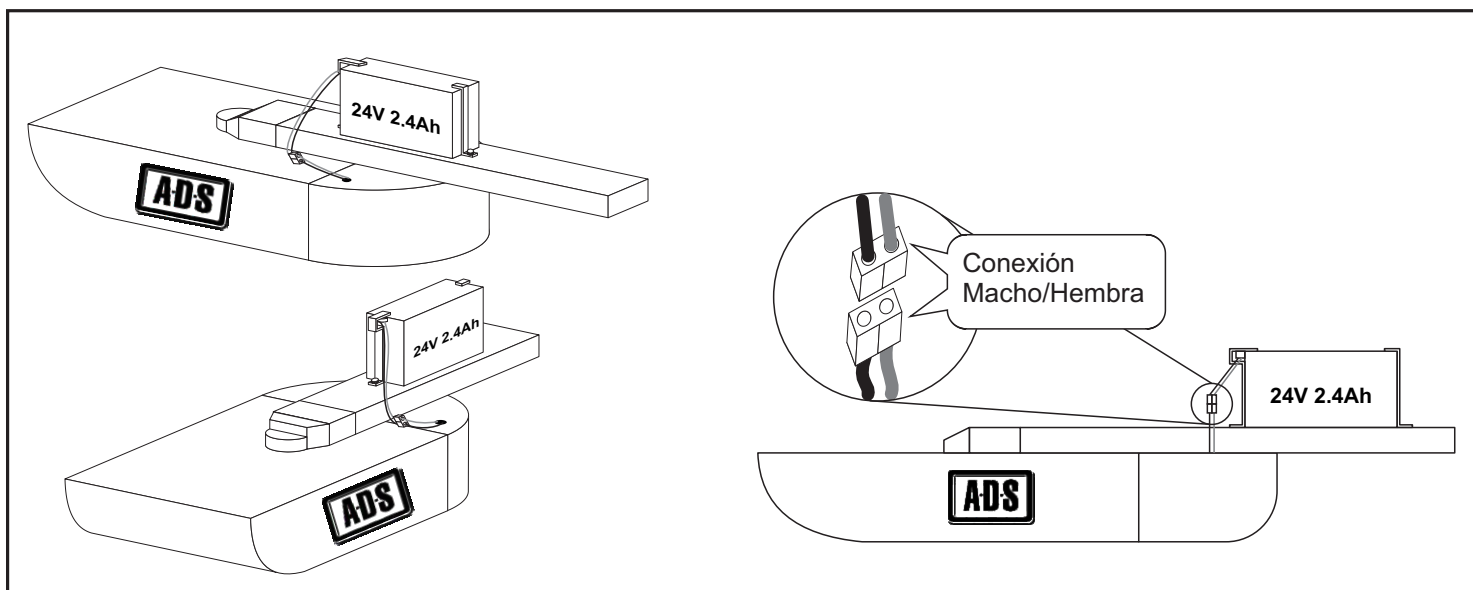

Fig.24
Posicionamiento (Fig. 24).
- Fijar la Batería al Riel del operador Residencial como se muestra en la imagen (Fig.24).